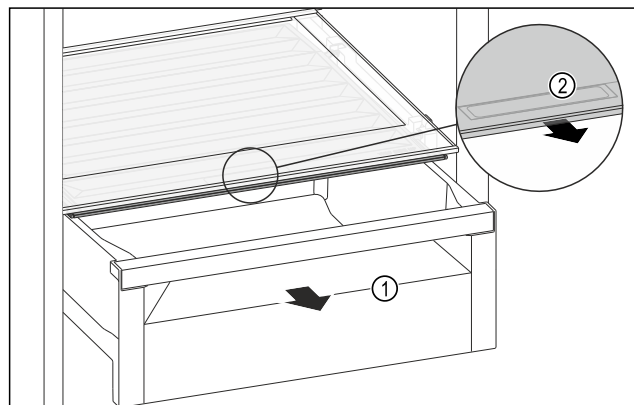

Fig. 121
- ▶ Estrarre il cassetto Fig. 121 (1).
- ▶ Afferrare la maniglia incassata Fig. 121 (2) sul coperchio dello scomparto e tirare allo stesso tempo in avanti il coperchio dello scomparto.